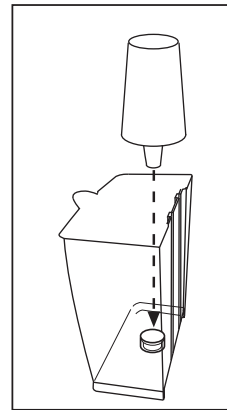

Fig. 19
- Accrocher le filtre à l'adaptateur **(Fig.19)**